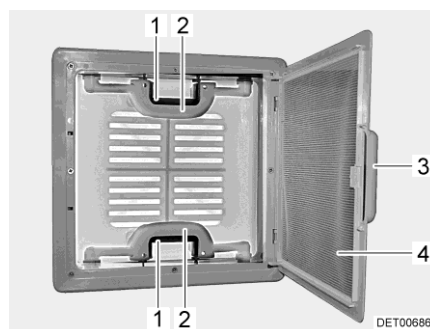

Bild 20 Dachhaube mit Schnappverschluss
- Am Griff (Bild 20,3) ziehen.
- Insektenschutz (Bild 20,4) nach unten klappen.
- Schnappverschluss (Bild 20,1) zur Innenseite der Dachhaube drücken. Gleichzeitig mit dem Griff (Bild 20,2) die Dachhaube nach oben drücken.
- Insektenschutz (Bild 20,4) nach oben schwenken, bis er einrastet.
- An beiden Griffen (Bild 20,2) die Dachhaube kräftig nach unten ziehen, bis beide Schnappverschlüsse (Bild 20,1) eingerastet sind.